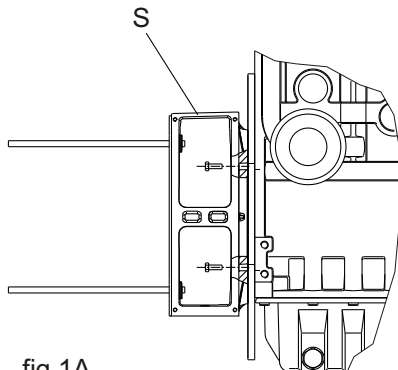

fig.1A
- 2) Fissare lo scudo anteriore S (con i tiranti esterni avvitati) al motore di trascinamento (fig.1A) (coppia di serraggio: 30Nm)
- 2) Fasten the front shield S (with the external tie-rods screwed in) to the drive motor (fig.1A) (Tightening torque: 30Nm)
- 2) Fixez la flasque antérieure S (les tirants externes étant vissés) au moteur d'entraînement (fig.1A) (couple de serrage: 30Nm)
- 2) Mit angeschraubtem äußerem Gestänge, das vordere Lagerschild S am Antriebsmotor befestigen (fig.1A) (Anzugsmoment: 30Nm)
- 2) Fijar el escudo delantero S (con los espárragos exteriores enroscados) al motor de arrastre (fig.1A) (par de apriete: 30Nm)